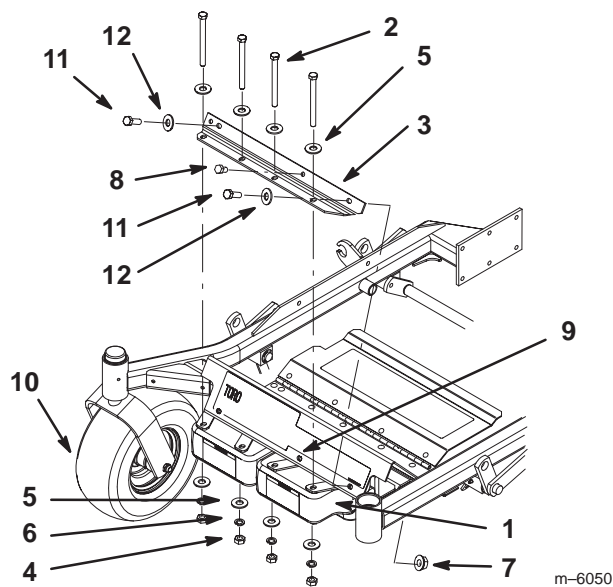
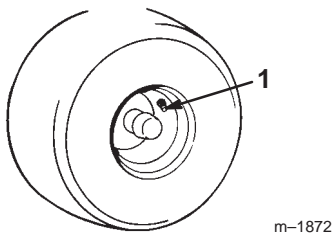

Bild 24
Bild 27
8. Montieren Sie in den zwei unteren Löchern, in denen die vordere Bodenplatte befestigt ist, die Stützplatte an der Vorderseite der Maschine. Verwenden Sie 2 neue Schrauben (5/16 x 1 Zoll), 2 bestehende flache Scheiben (5/16 Zoll) und zwei bestehende Bundmuttern (5/16 Zoll) (Bild 24).
9. Bohren Sie mit der Stützplatte als Schablone ein 8 mm Loch in die vordere Bodenplatte (Bild 24).
10. Setzen Sie eine Blechschraube (3/8 x 5/8 Zoll) in die Stützplatte und das gerade gebohrte Loch ein (Bild 24).
11. Montieren Sie die Stützplatte an den Befestigungshalterungen und den Gewichten mit vier Schrauben (3/8 x 4-1/2 Zoll), acht flachen Scheiben (3/8 Zoll), vier Sicherungsscheiben (3/8 Zoll) und vier Muttern (3/8 Zoll) (Bild 24).
Regeln Sie den Reifendruck im vorderen Laufrad (Bild 24) und in den Hinterreifen (Bild 27). Verwenden Sie die folgenden Luftdruckwerte, wenn der Graskollektor montiert ist.